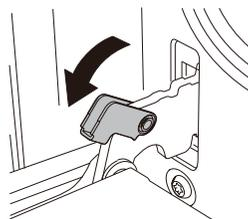

Figura 1
1. Para quitar la puerta, ábrala al ángulo máximo. Luego tire de la hebilla en la bisagra de la puerta hacia atrás. (Figura 1)